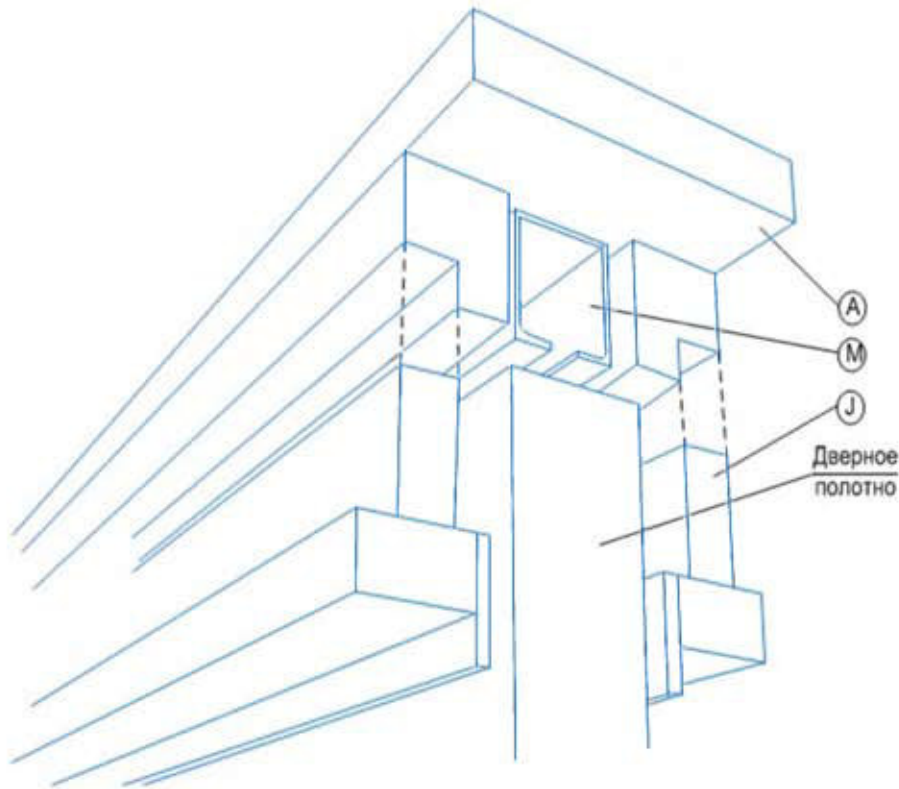

Рисунок 10
7. Далее устанавливаются горизонтальные основы под обрамляющие элементы и заводятся в паз (деталь J) щёточные уплотнители (шлегель) (рисунок 10).